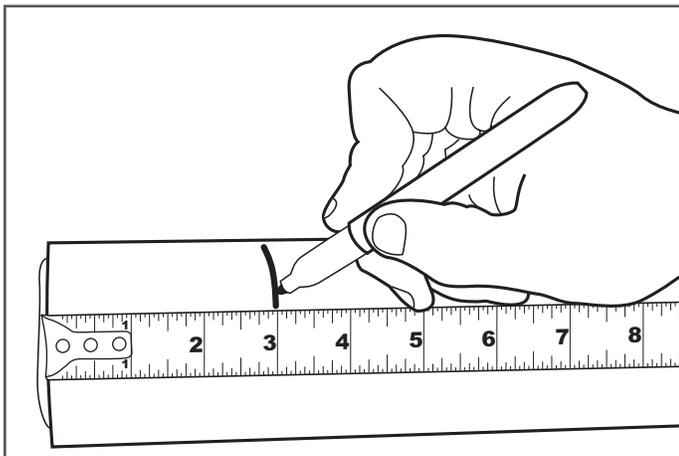

Figura 7-1
2. Para determinar el largo del revestimiento, mida el largo del tubo a partir de los 3" desde el extremo. (Figura 7-1)